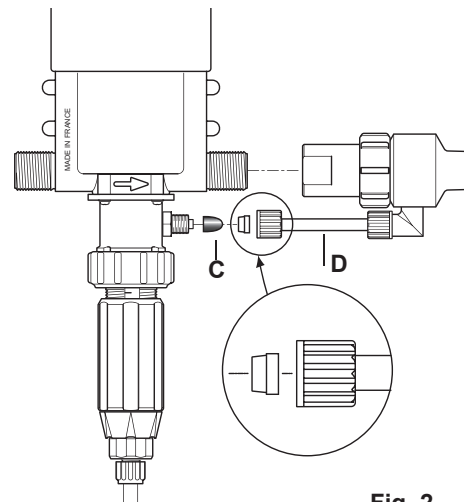

Fig. 2
Pour les modèles Injection Externe (IE) qui permettent de travailler avec certains concentrés corrosifs, le Dosatron est également livré avec une canne d'injection externe (Fig. 2-D).
ATTENTION ! Laisser la crépine à 10 cm [4"] environ du fond du bac de solution afin d'éviter d'aspirer les particules non solubles qui risquent d'endommager le corps doseur (Fig. 2).